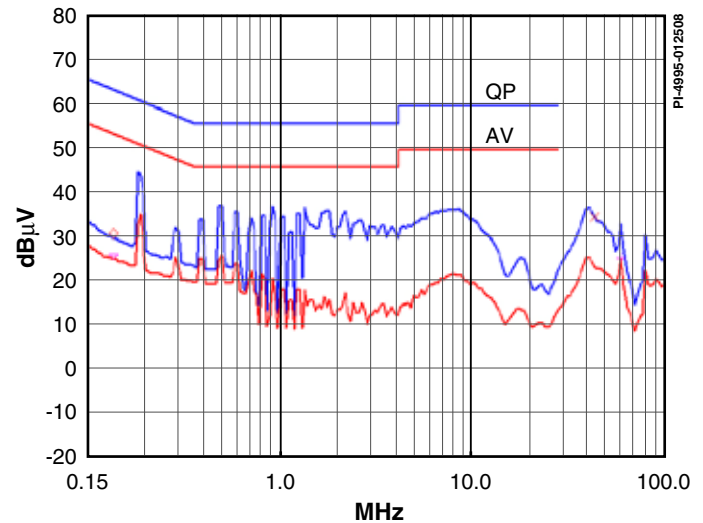

图4. 根据EN55015限值在最差情况下测得的传导EMI (230 VAC且输出端接地)
- 符合EN55015 B传导EMI限值，EMI裕量大于10 dB μ V（参见图4）